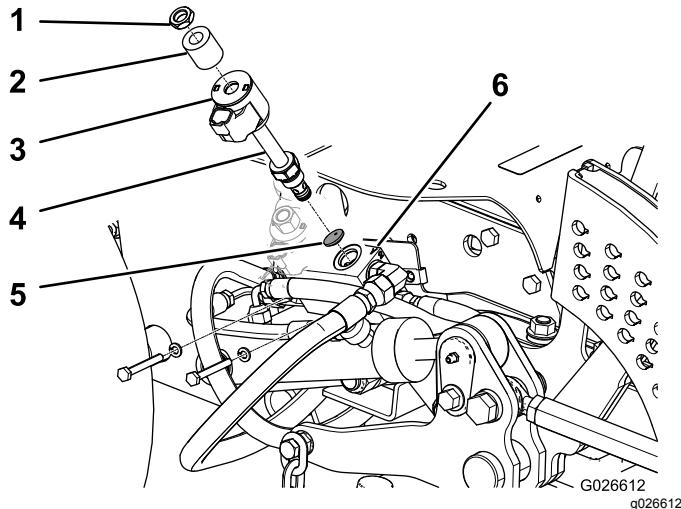

Bild 10
E. Nehmen Sie das Distanzstück, die Spule und das Stromspulenventil vom Hubventilverteiler ab (**Bild 10**).
- F. Setzen Sie die Düzenscheibe in die Öffnung am Verteiler so ein, dass das abgeschrägte Ende innen ist (**Bild 10**).
- H. Befestigen Sie die Spirale bzw. das Distanzstück am Stromspulenventil (**Bild 10**).
I. Befestigen Sie die Spule bzw. Distanzstück mit der Mutter (**Bild 10**) am Ventil und ziehen sie die Mutter mit 7 N·m an.